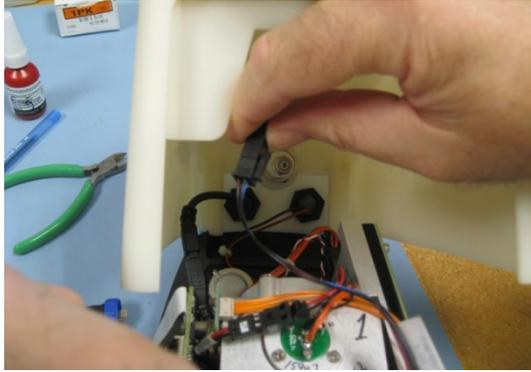

图 26. 松开电源线束。
- 3 将电源线束与仪器分离。电源线束可以通过其 4 针连接器和蓝色、黑色和红色导线进行识别（见图 26）。